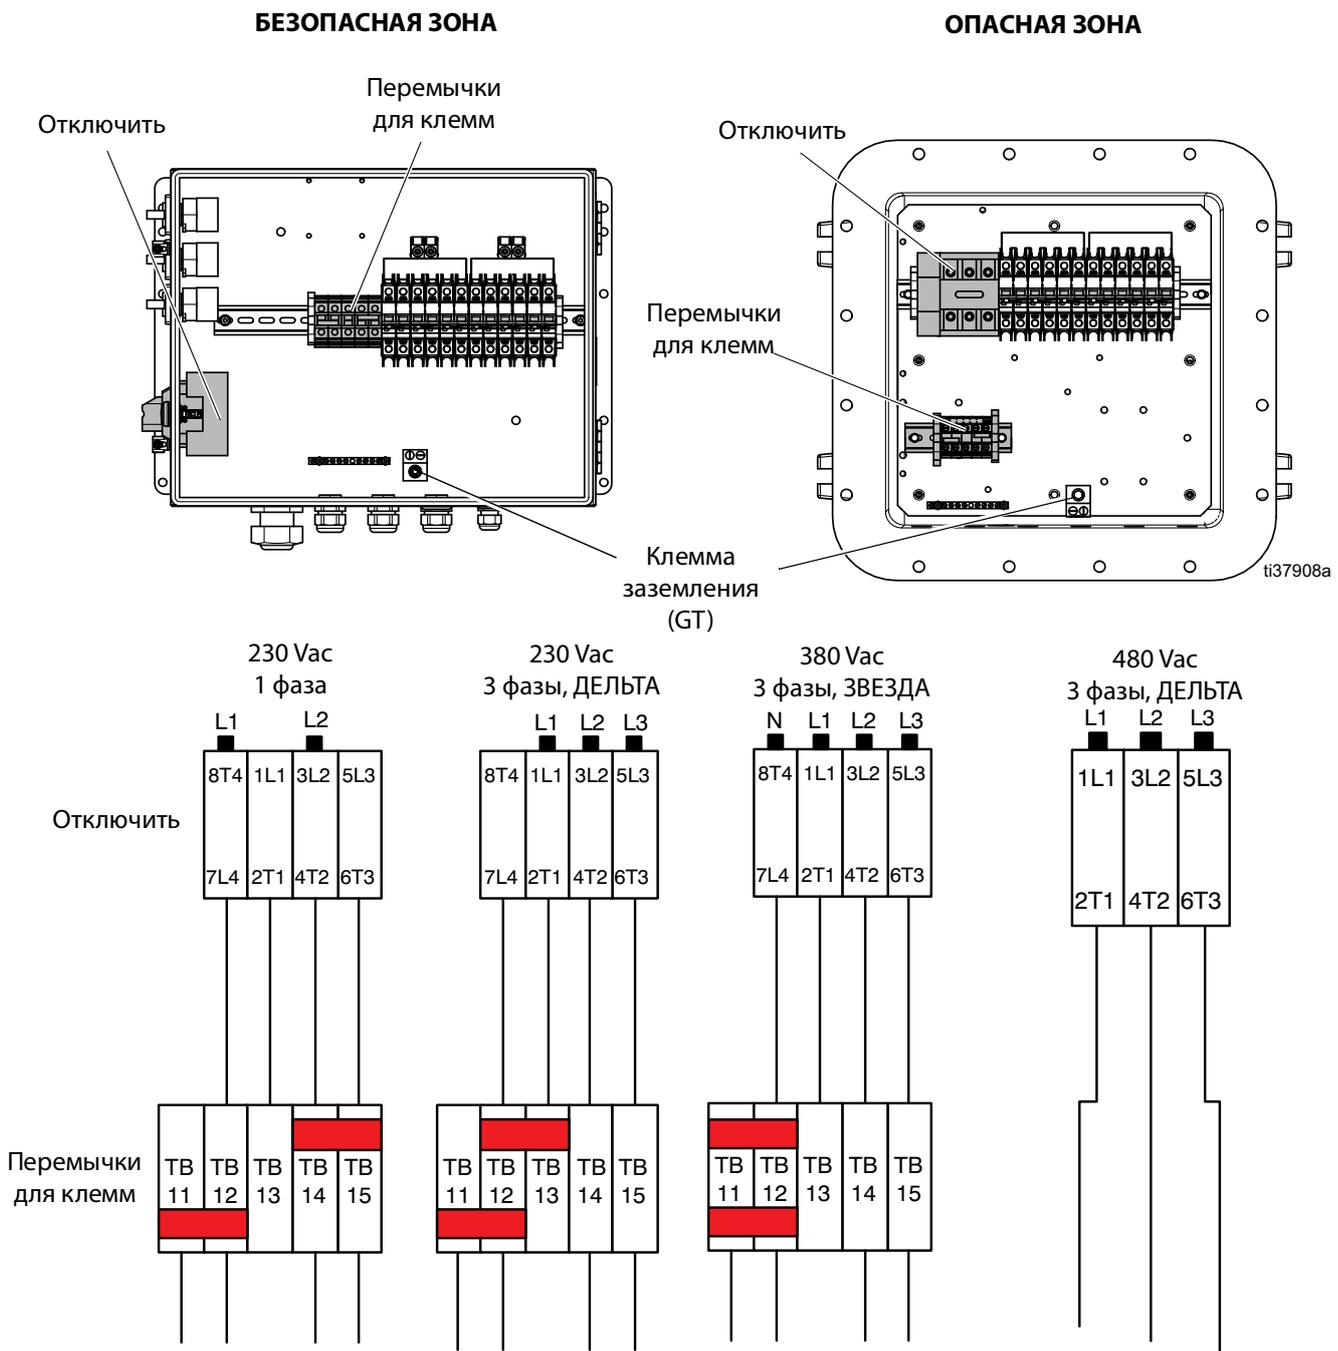

Рис. 7: Схема подключения ХМ
4. Подсоедините провод заземления к клемме заземления (GT). См. Рис. 7, стр. 29.
5. Подключите шнур питания к разъему, как показано на Рис. 7, страница 29. Затяните провода с моментом 6,2 Н•м (55 дюйм-фунтов). Легко надавите на все соединения, чтобы убедиться в том, что они зафиксированы должным образом.
7. Установите входящие в комплект клеммные перемычки в положения, показанные на Рис. 7, стр. 29.
8. Проверьте, чтобы все компоненты были надлежащим образом подключены, как показано на Рис. 7, стр. 29, затем закройте дверцу электрического корпуса.